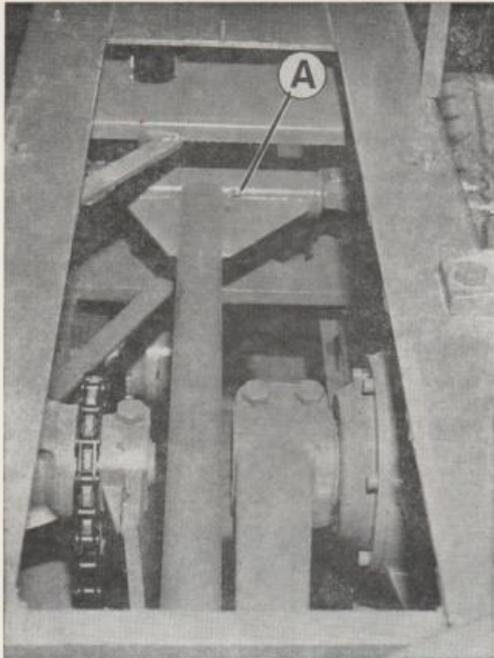

Fig. 5
- Axe du piston (voir fig. 5);